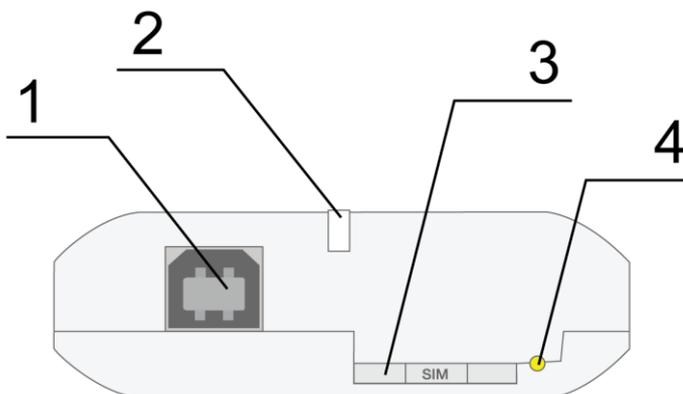
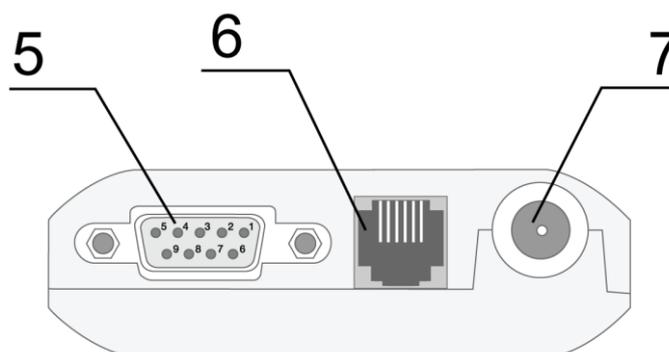

Рис. 2.1 Вид спереди
Рис. 2.2 Вид сзади
3G-модем iRZ TU42-232 представляет собой компактное устройство в пластиковом корпусе. Внешний вид представлен на рис. 2.1 и рис. 2.2.
- достать SIM-лоток, нажав кнопку выталкивателя SIM-лотка (рис. 2.1);